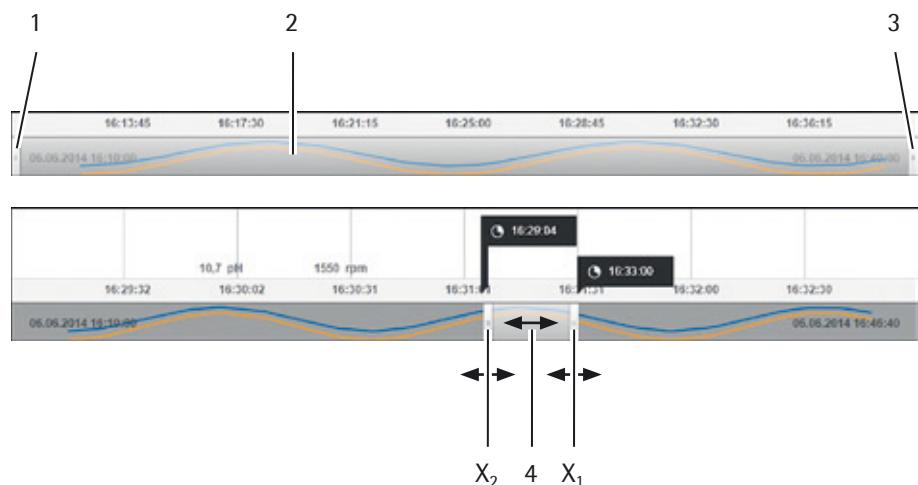

Abb. 6-19: Skalierbare Zeitleiste
- 5 Zeitleiste skalierbar (siehe „Abb. 6-19: Skalierbare Zeitleiste“, Seite 99)